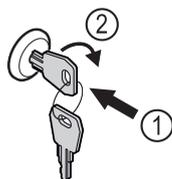

Fig. 131 Immagine a titolo di esempio
- ▶ Inserire la chiave Fig. 131 (1).
- ▶ Ruotare la chiave di 90° in senso orario Fig. 131 (2).